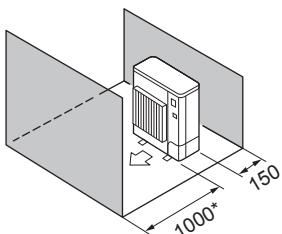

Fig. 2-11
⑤ Εμπόδια στην μπροστινή και την πίσω πλευρά μόνο (Fig. 2-11)